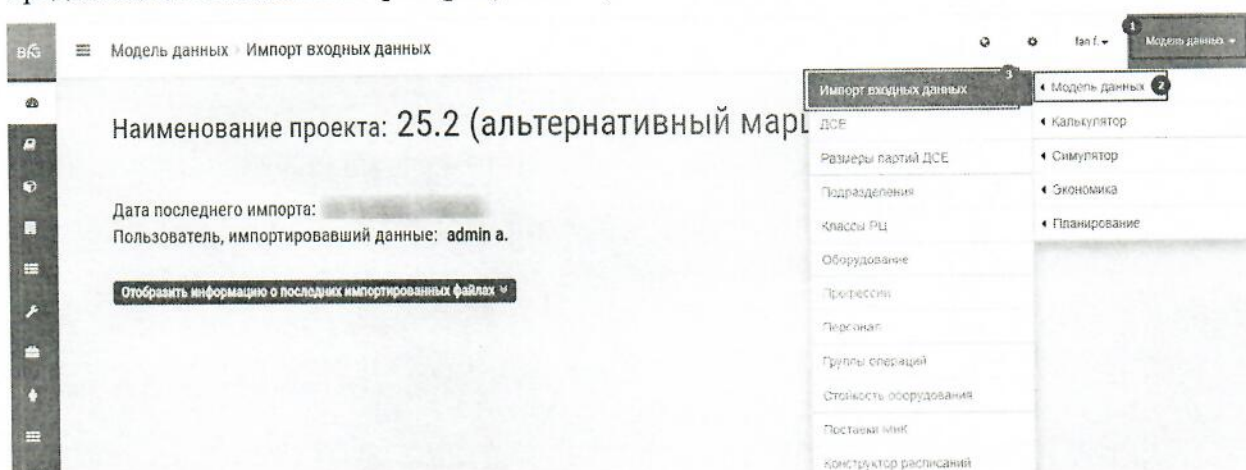
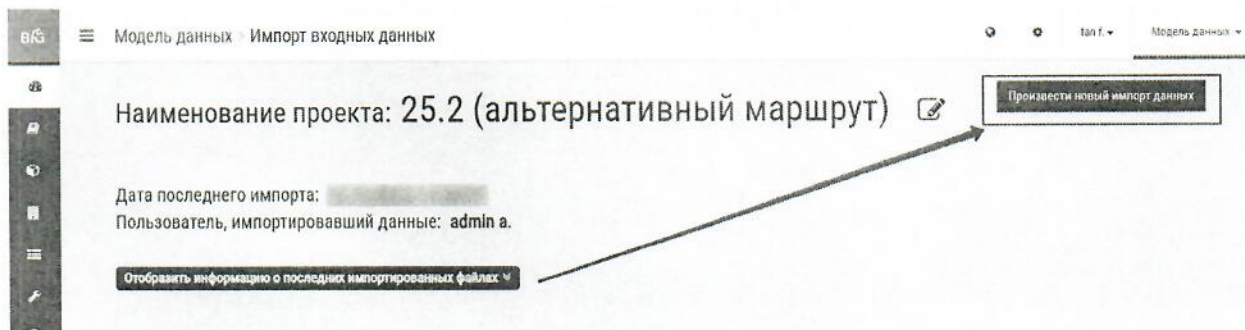

Рисунок 4.1
Рисунок 4.2
- 1 Выбрать раздел «Модель данных» (рисунок 4.1) и нажать кнопку «Провести новый импорт данных» (рисунок 4.2);